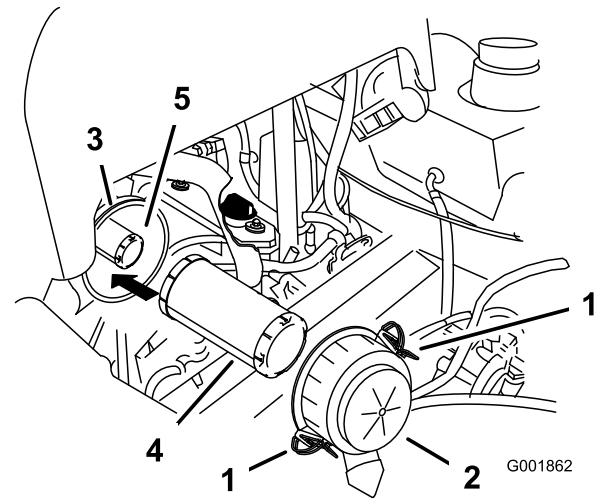

Figura 44
1. No limpie el filtro de papel, cámbielo (Figura 44).
4. Abra los cierres del limpiador de aire y tire de la tapa del limpiador de aire para separarla de la carcasa del limpiador de aire (Figura 44).
6. Extraiga con cuidado el filtro primario del cuerpo del limpiador de aire (Figura 44). Evite golpear el filtro contra el lado de la carcasa.
2. Si va a cambiar el filtro de seguridad, deslícelo cuidadosamente en el cuerpo del filtro (Figura 44).
3. Deslice cuidadosamente el filtro primario por encima del filtro de seguridad (Figura 44). Asegúrese de que está bien asentado empujando sobre el borde exterior del filtro mientras lo instala.
4. Instale la tapa del limpiador de aire con el lado que lleva la palabra UP hacia arriba, y fije los cierres (Figura 44).